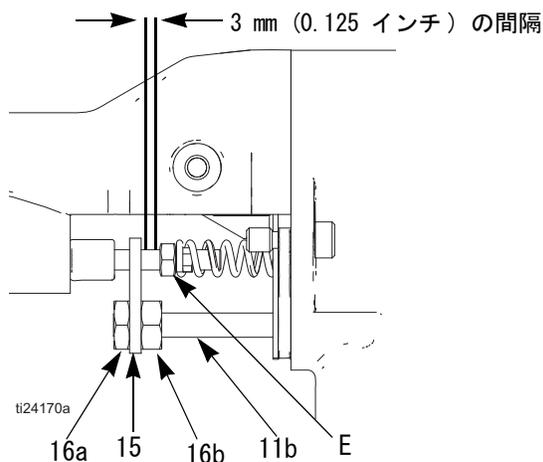

図 33. 作動装置のアームの調整
2. エアキャップを取り外します。42 ページ。ガンシュラウド (26) を外します。
3. 調整ナット (16a、16b) と作動装置のアーム (15) を取り外します。図 33 を参照してください。